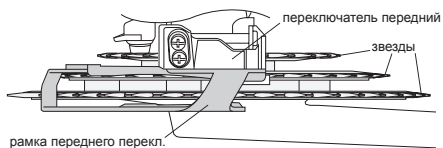

рис. 10
- 3.6.1. Установите передний переключатель на подседельной трубе таким образом, чтобы рамка переключателя была параллельна плоскости звезд, и расстояние от внешней рамки переключателя до большой звезды составляло 2-4 мм (рис. 10, 11). Усилие затяжки фиксирующего болта — 5-8 Н/м.